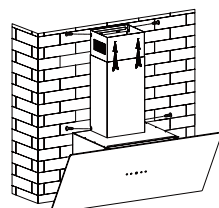

Bilde 4
- Monter brakett til utvendig skorstein på den utvendige skorsteinen med 2 stk ST4*8 mm skruer, og sørg for at den indre skorsteinen kan bøyes fritt på innsiden. Se bilde 4.